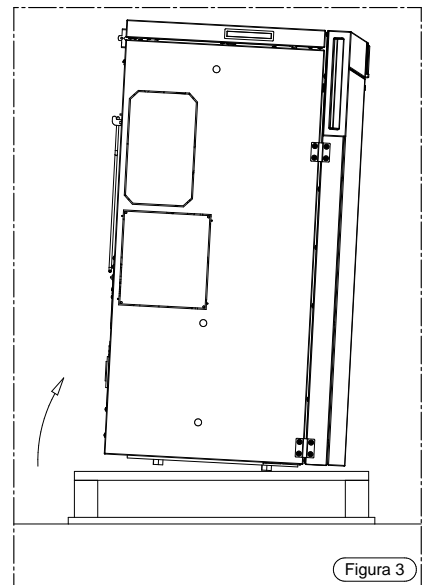
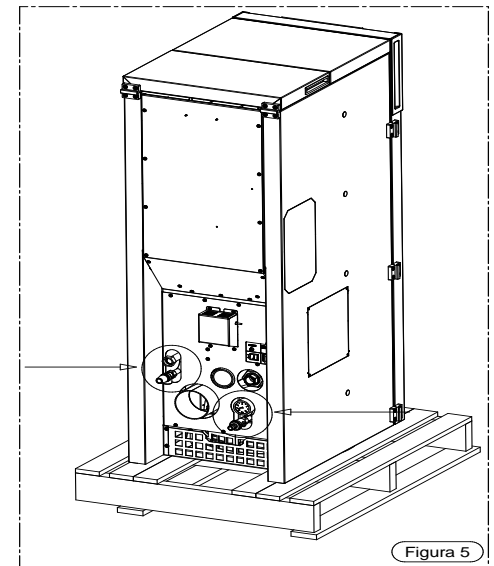

Figura 3
Figura 5
- Alzare leggermente la caldaia ed inserire un carrello adeguato (vedi Figura 3 e 4); durante quest'operazione avere molta accortezza a non danneggiare i rivestimenti e le parti sporgenti della caldaia come evidenziato nella Figura 5.